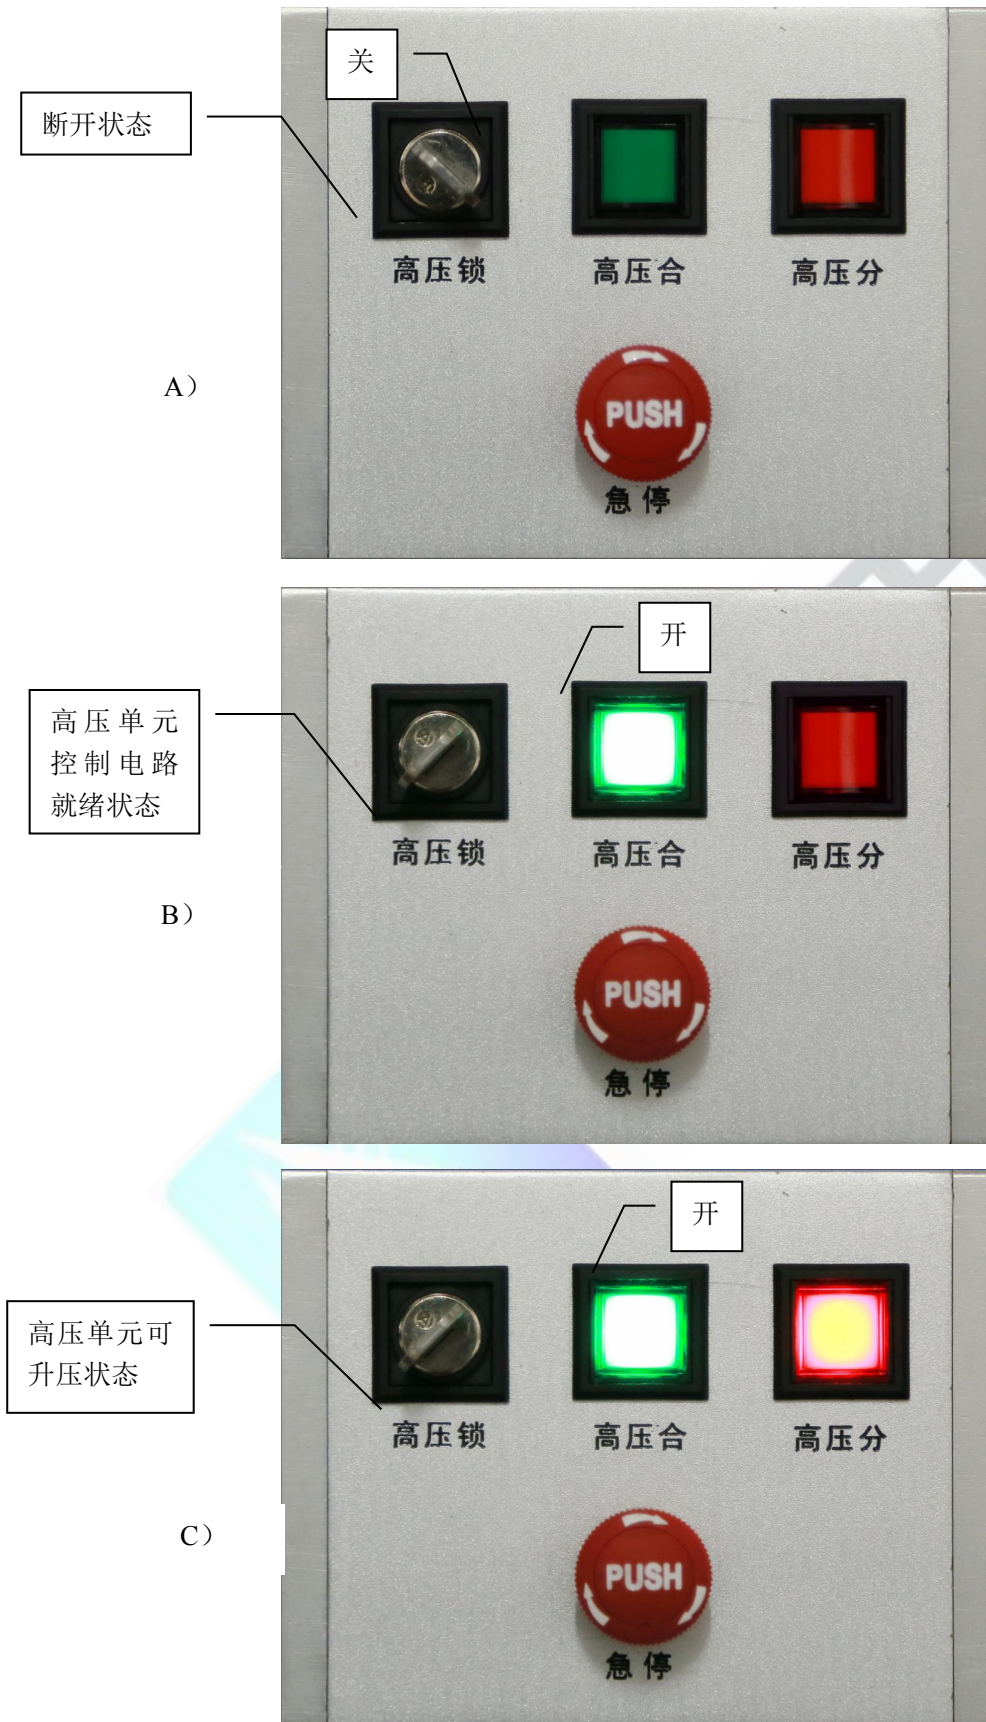

图6-13 高压状态指示
- 2) **外部安全控制单元操作**：如图6-13所示，外部安全控制单元有三种状态，升压时应按照下列步骤操作，进入高压单元升压状态：
- B) 高压锁用钥匙右转至于“开”的位置如图6-13的B)所示，此时高压合绿灯亮，表示高压单元控制电路处于就绪状态；